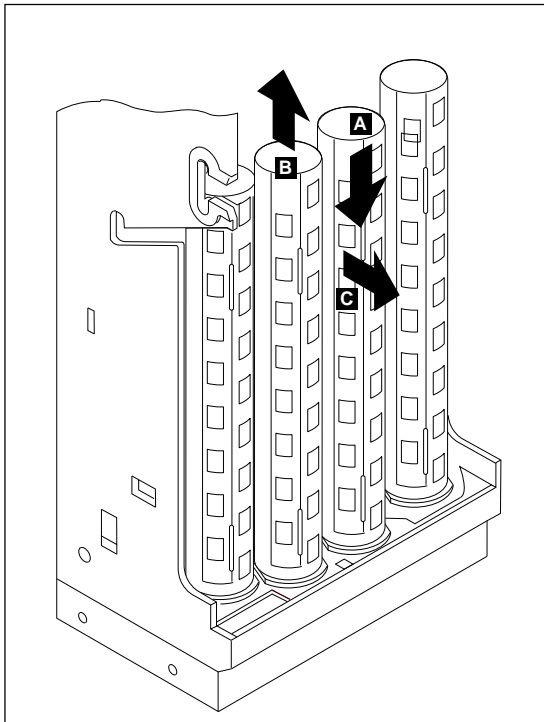

Abb. 14: Erste Tube ausbauen
- eine der mittleren Tuben nach unten drücken (**A**) und die danebenliegende Tube nach oben ziehen (**B**), so daß sich die Zwischenwand anhebt, dann Tube nach vorne herausziehen (**C**), (Abb. 14),